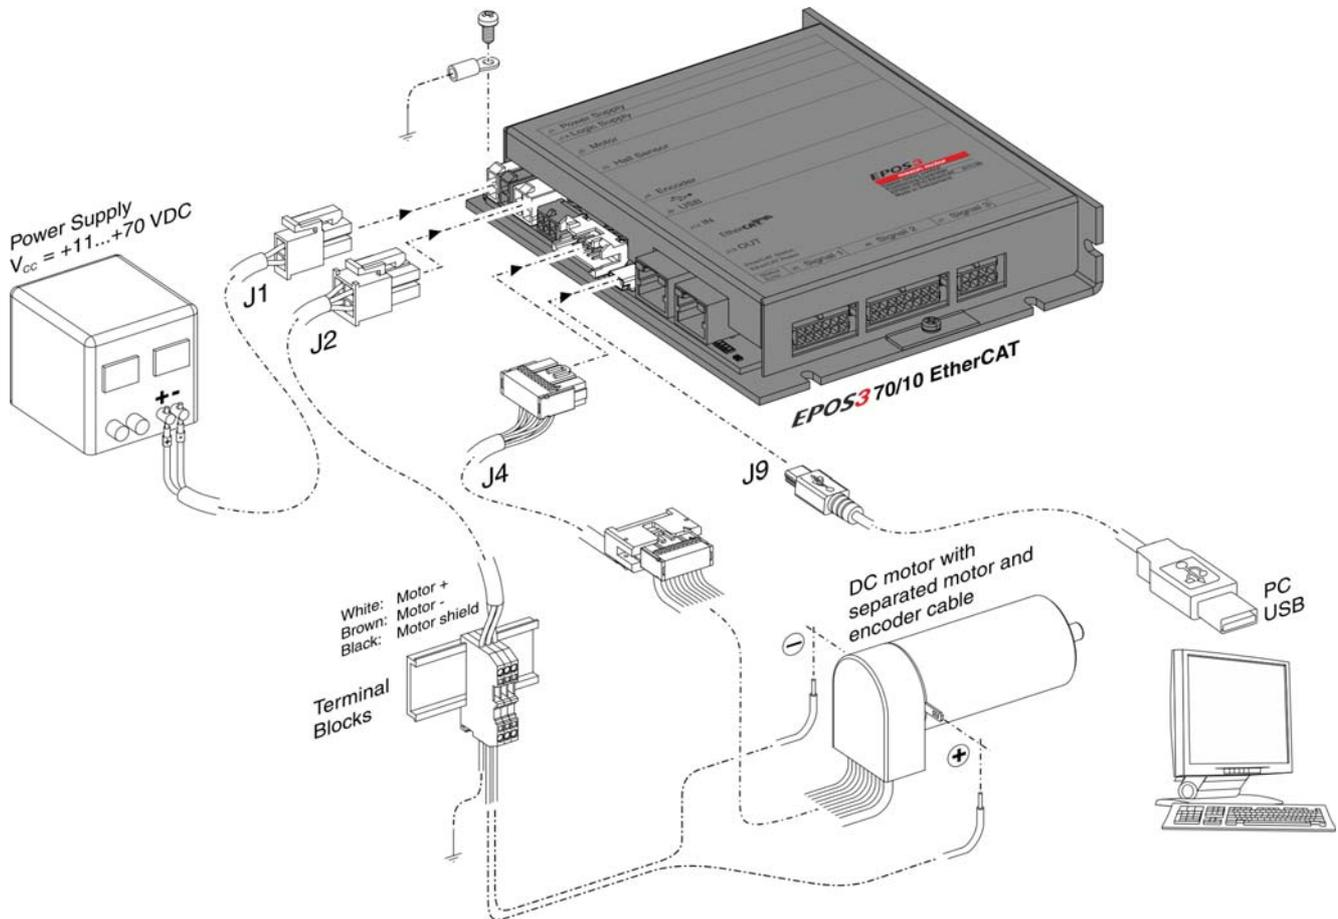

図 3-3 最小限の配線 : maxon DC motor
- 2) 下表および下図をご参考に配線作業を行って下さい。(→ 表 3-6 と 図 3-3).